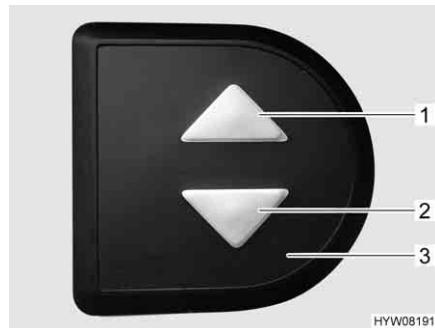

Fig. 57 Elemento di regolazione
■ Sull'elemento di regolazione (Fig. 57,3) premere contemporaneamente i due tasti freccia (Fig. 57,1 e 2) e tenerli premuti fino a quando il letto basculante non si è spostato completamente verso il basso. Una volta rilasciati i tasti viene emesso un segnale acustico di conferma.
■ Sull'elemento di regolazione (Fig. 57,3) premere il tasto freccia inferiore (Fig. 57,2) e tenerlo premuto fino a quando il letto basculante non ha raggiunto la posizione finale in basso.
■ Sull'elemento di regolazione (Fig. 57,3) premere il tasto freccia superiore (Fig. 57,1) e tenerlo premuto fino a quando il letto basculante non ha raggiunto la posizione finale in alto.
- Portare leggermente il letto basculante con i tasti freccia (Fig. 57,1 o 2) nella direzione opposta.